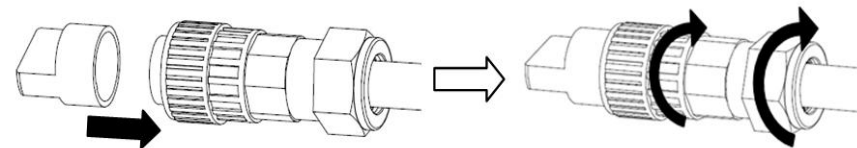

Bild 5.23 Montering av växelströmsterminal
B) Kläm fast plastarmaturen (extra åtdragning) i uttagselementet, dra åt adaptern i uttagselementet och dra sedan åt svängmuttern med 3-4Nm vridmoment (se bild 5.23).